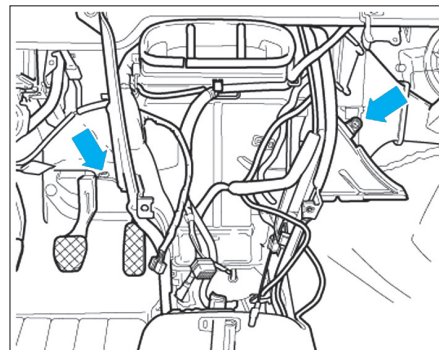

Fig. 15
- Déposer les vis de fixation (Fig.15).